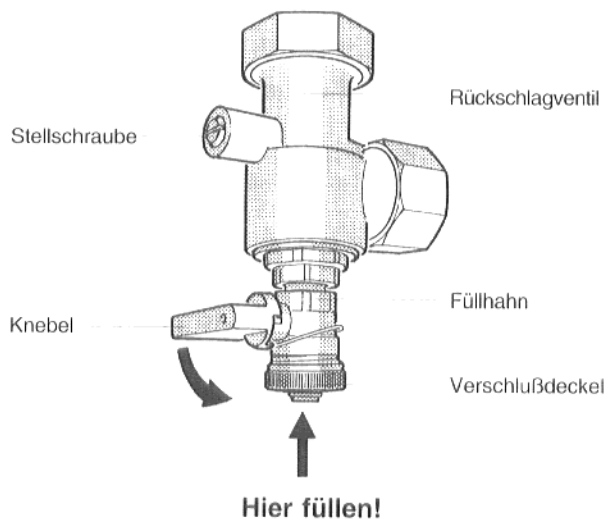

Abb. 10: Rückschlagventil mit Füllhahn
- Schraubenschlitz der Stellschraube des Rückschlagventils in senkrechte Stellung (immer geöffnet) bringen (Abb. 10).
- Verschußdeckel des Füllhahns abschrauben, Füllschlauch aufschrauben und Knebel des Füllhahns in senkrechte Stellung bringen (Öffnen) (Abb. 10).
- Anlage am Füllhahn **ca. 1/2 Minute lang** langsam füllen (Abb. 10)
- **Schraubenschlitz der Stellschraube des Rückschlagventils in waagerechte Stellung (Betriebszustand) bringen (Abb. 10).**